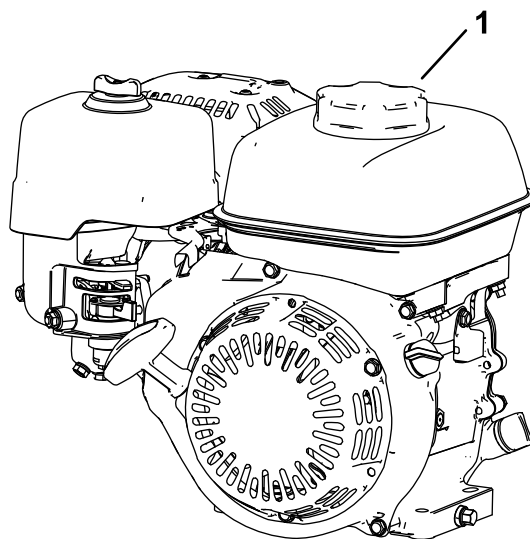

図 17
- 燃料キャップ 図 17の周囲をきれいに拭いてからキャップを外す。給油は、タンクの首の根元までとしてくださいエンジンのオペレーターズマニュアルを参照。